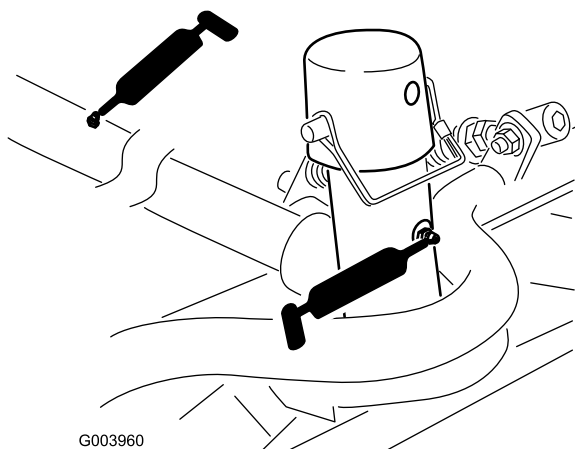

Figura 53
- Telaio portante e perno degli elementi di taglio (2 cad.) (Figura 53)